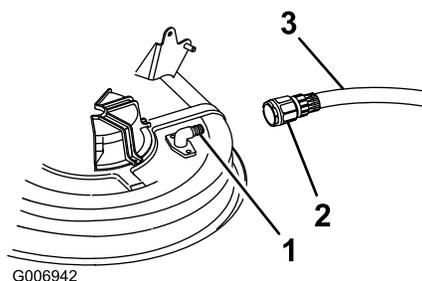

Figure 46
4. Vissez le raccord du tuyau (non fourni) au raccord de lavage du carter du plateau de coupe, et ouvrez l'eau en grand (Figure 46).